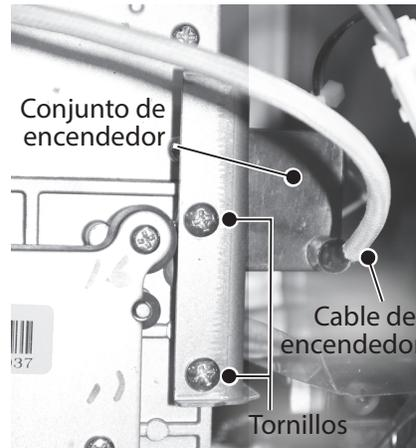

Figura 57 - Ubicación del conjunto de encendedor
- 4** Ubique el conjunto de encendedor en el lado derecho del calentador de agua. Consulte la Figura 57.
- 6** Retire los dos tornillos que fijan el conjunto de encendedor y el soporte al múltiple de gas. Deje los tornillos a un lado en un lugar seguro para volver a instalarlos. Consulte la Figura 57.